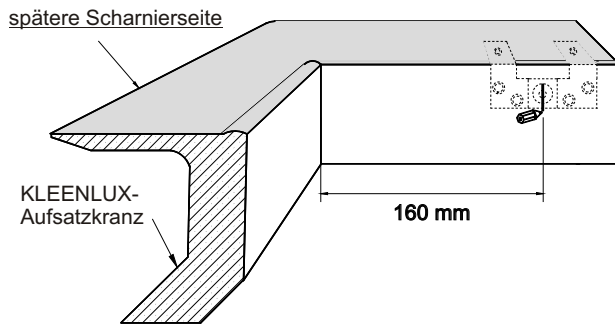

Abb. 1: Anzeichnen der unteren Kugelkopfkonsole.
- ➊ Zeichnen Sie die Position(en) der Kugelkopfkonsole(n) am Aufsatzkranz an (Abb. 1). **HINWEIS:** Bei Nenngrößen mit Solo-Gasdruckfeder wird die Konsole von der späteren Scharnierseite aus gesehen links montiert!